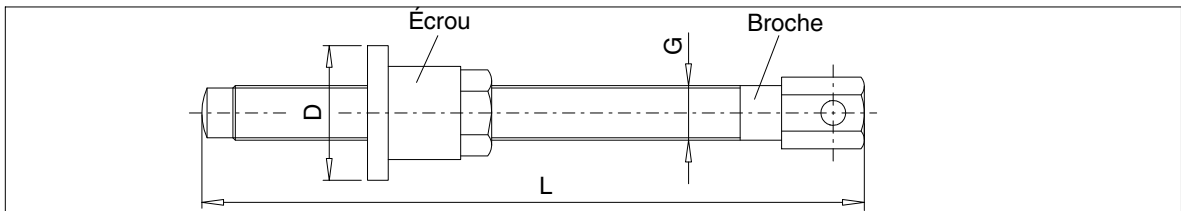
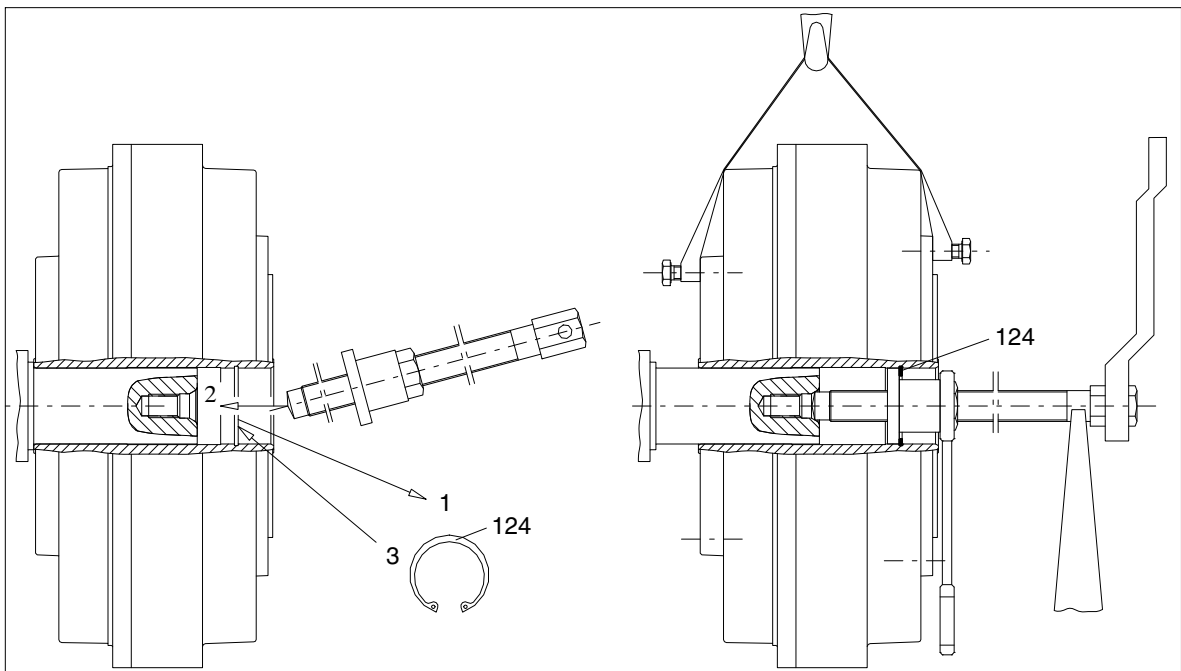

Fig. 12: Dépose des tailles 222 à 342 -a
Fig. 13: Dépose des tailles 222 à 342 -b
Il conviendra d'effectuer l'extraction à l'aide d'un dispositif d'extraction spécial conforme à la figure 12. Ce faisant, mettre la broche en place avec l'écrou d'extraction de telle sorte que le collet (D) de l'écrou d'extraction se trouve derrière l'entaille destinée au circlip (124) (fig. 13). Afin que la broche ne grippes pas, il faudra appliquer un produit anti-grippant (graisse Molykote par ex.) sur la surface de compression et sur le filetage.